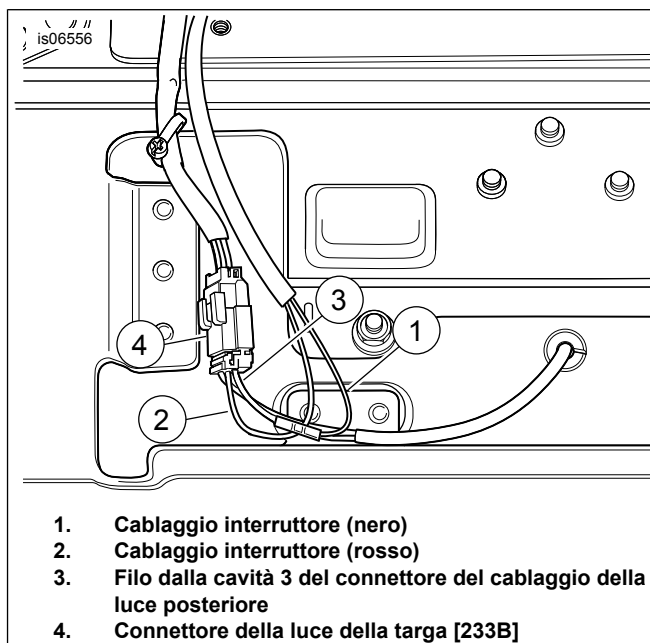

Figura 4. Connettore della luce della targa (modelli 2010)
- d. Vedere Figura 4. Scollegare il connettore della luce della targa [233B] (4) dal connettore [233A] del cablaggio della luce posteriore.